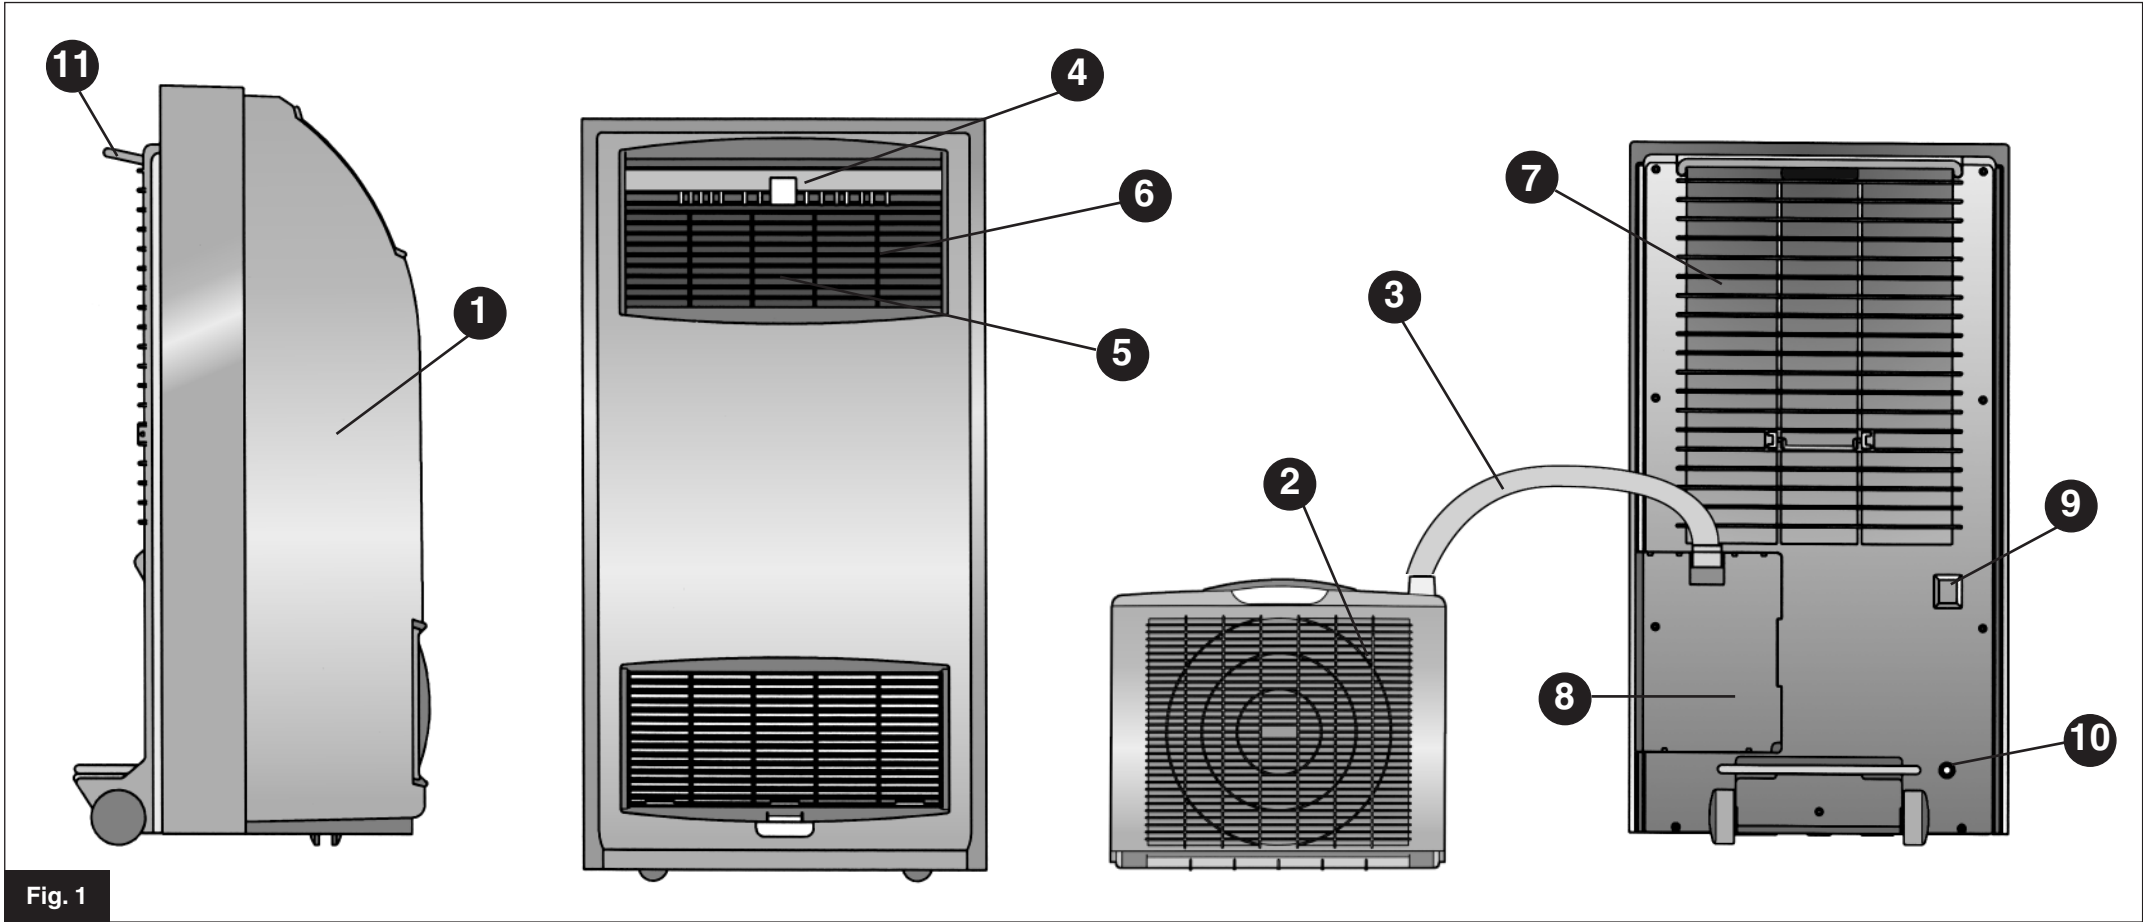

Fig. 1
**IDENTIFICAZIONE DELLE PARTI PRINCIPALI (Fig. 1)**
**IDENTIFICATION DES PRINCIPALES PARTIES (Fig. 1)**
**LIST OF MAIN COMPONENTS (Fig. 1)**
**BESCHREIBUNG DER GERÄTE-TEILE (Abb. 1)**
**IDENTIFICACION DE LAS PARTES (Fig. 1)**
**ONDERDELENLIJST (Fig. 1)**
• Il totale arresto del climatizzatore, nonostante vi sia la normale alimentazione elettrica, può essere dovuto all'intervento di una sicurezza interna che impedisce la fuoriuscita di acqua. Prima di chiamare il centro assistenza provate a drenare l'acqua contenuta nel CLIMATIZZATORE togliendo il tappo apposito (Fig. 1). Se l'inconveniente dovesse verificarsi fate controllare il Vs. climatizzatore da un tecnico specializzato.
• Si le CLIMATISEUR s'arrête complètement, malgré une alimentation électrique normale, ceci est peut-être dû à l'activation d'une sécurité interne qui empêche l'eau de s'évacuer. Avant d'appeler le centre d'assistance, essayez de drainer l'eau contenue dans le CLIMATISEUR en enlevant le bouchon spécial (Fig. 1). Si l'inconvénient se reproduit, faites contrôler l'appareil par un technicien spécialisé.